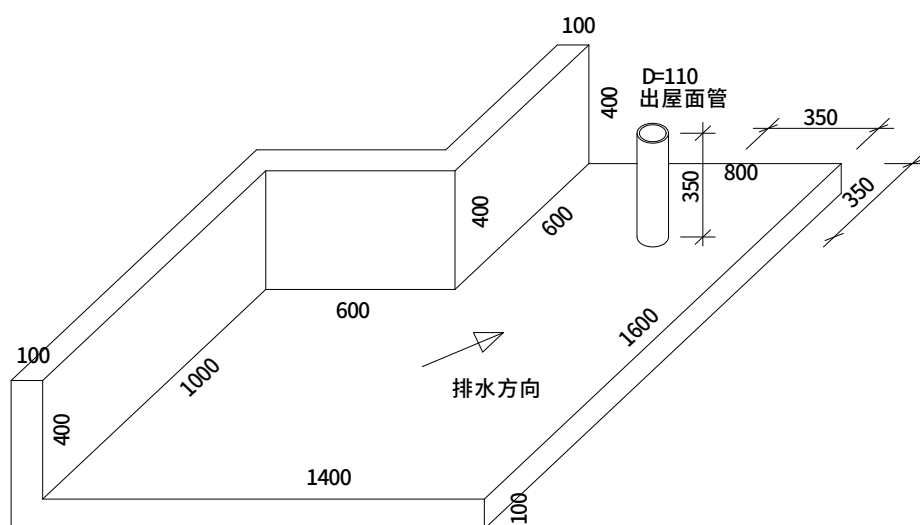

图 1 PVC 防水卷材铺贴模型
(1) PVC 防水卷材模型：模拟屋面平面、女儿墙立面、水平阴角、竖向阳角、竖向阴角、出屋面管道。PVC 防水卷材模型用不小于 15mm 厚木板制成（见图 1）。图中排水坡度为示意，并非实际模型有坡度。图示中尺寸单位为 mm。